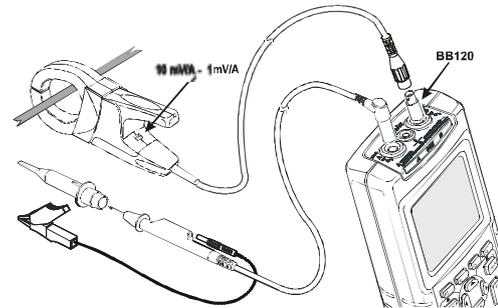

Figure 3-1. Connexion des entrées pour la mesure des harmoniques
- ① Connectez les entrées comme illustré à la figure 3-1.